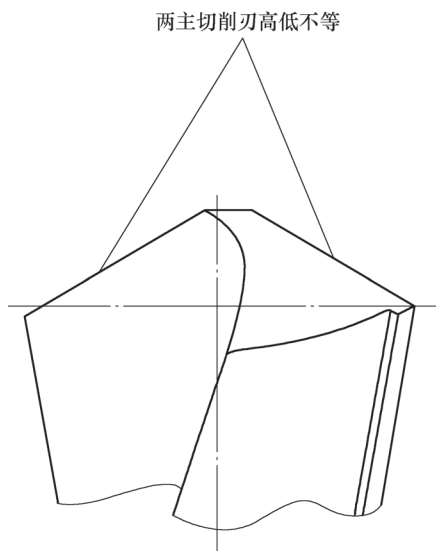

图4 两主切削刃高低不等
2) 导致问题：钻孔时形成单刃切削，切屑只在一边出现。因为两主切削刃高低不等（见图4），钻心也发生偏离，严重的会引起钻头定心不良、工件晃动及孔径扩大等问题。